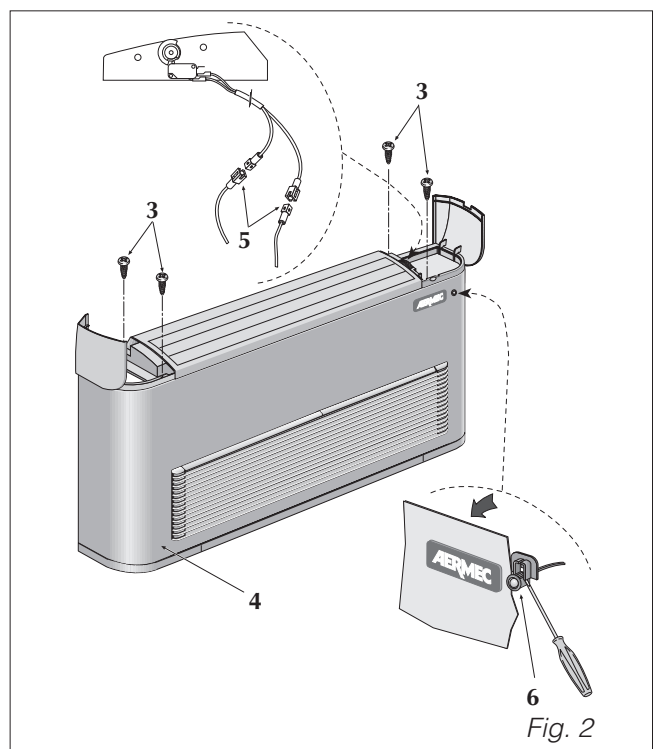

Fig. 2
per versione FCX - U togliere le quattro viti (3 fig. 2) che fissano il mantello al frutto e sfilare il mantello di copertura (4) avendo cura prima di staccare i connettori elettrici (5) del microinterruttore consenso ventilatore e, se presente, la sonda temperatura ambiente (6).
FCX version - U: disconnect the electrical connectors (5) of the fan permissive microswitch (and the ambient temperature probe (6) if present), remove the four screws (3 fig. 2) securing the housing shell to the contact block, then slide off the cover (4).
- pour version FCX - U**, retirer les quatre vis (3 fig. 2) fixant la carrosserie au châssis et dégager la carrosserie (4) en ayant soin de débrancher d'abord les connecteurs électriques (5) du micro-interrupteur de validation du ventilateur et la sonde de température ambiante (6), si elle est présente.
- Bei Version FCX - U** die vier Schrauben lösen (3 Abb. 2), die die Rückplatte an der Anschlußhalterung befestigen und die Verkleidungsplatte herausziehen (4), nachdem zuvor die elektrischen Verbindungen (5) des Mikroschalters für die Ventilatorzustimmung und, falls, vorhanden, der Raumtemperaturfühler (6) getrennt wurden.